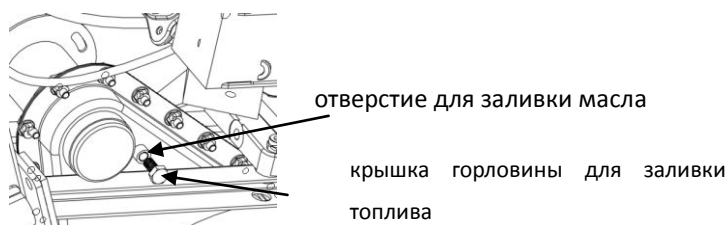

Рис. 10
- После определенного времени эксплуатации (приблизительно от 80 до 100 часов работы) необходимо долить смазочное масло с патрубков для заливки масла SAE 30 (масло с рабочей температурой от  $-10^{\circ}$  до  $200^{\circ}$ ). См. Рис. 10